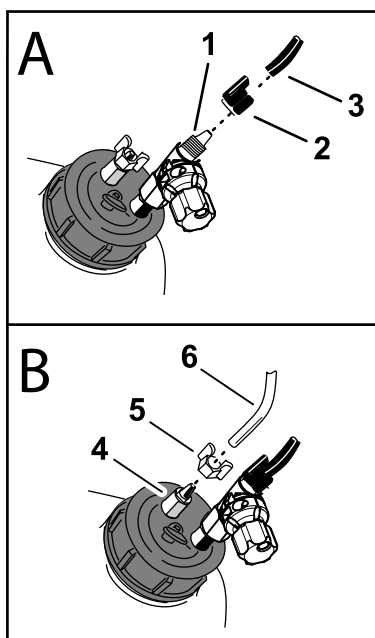

Figura 2
4. Îndepărtai piulia albă de compresie de pe fittingul capacului rezervorului (**Figura 2**).
5. Montai piulia de compresie albă pe tubul transparent al compresorului la tubul de refulare a rezervorului (**Figura 2**).
1. Montai piulia de compresie albastră (**Figura 2**) pe care ai îndepărtat-o la pasul 3 din **Montarea vanei de comandă a spumei (Pagină 3)** pe tubul albastru al compresorului la tubul de refulare al rezervorului pe care l-ai tăiat în **2 Pregătirea tubulaturii (Pagină 2)**.
2. Montai tubul albastru i piulia albastră în fittingul supapei de reglare montate pe capac i strângei manual piulia de compresie (**Figura 2**).